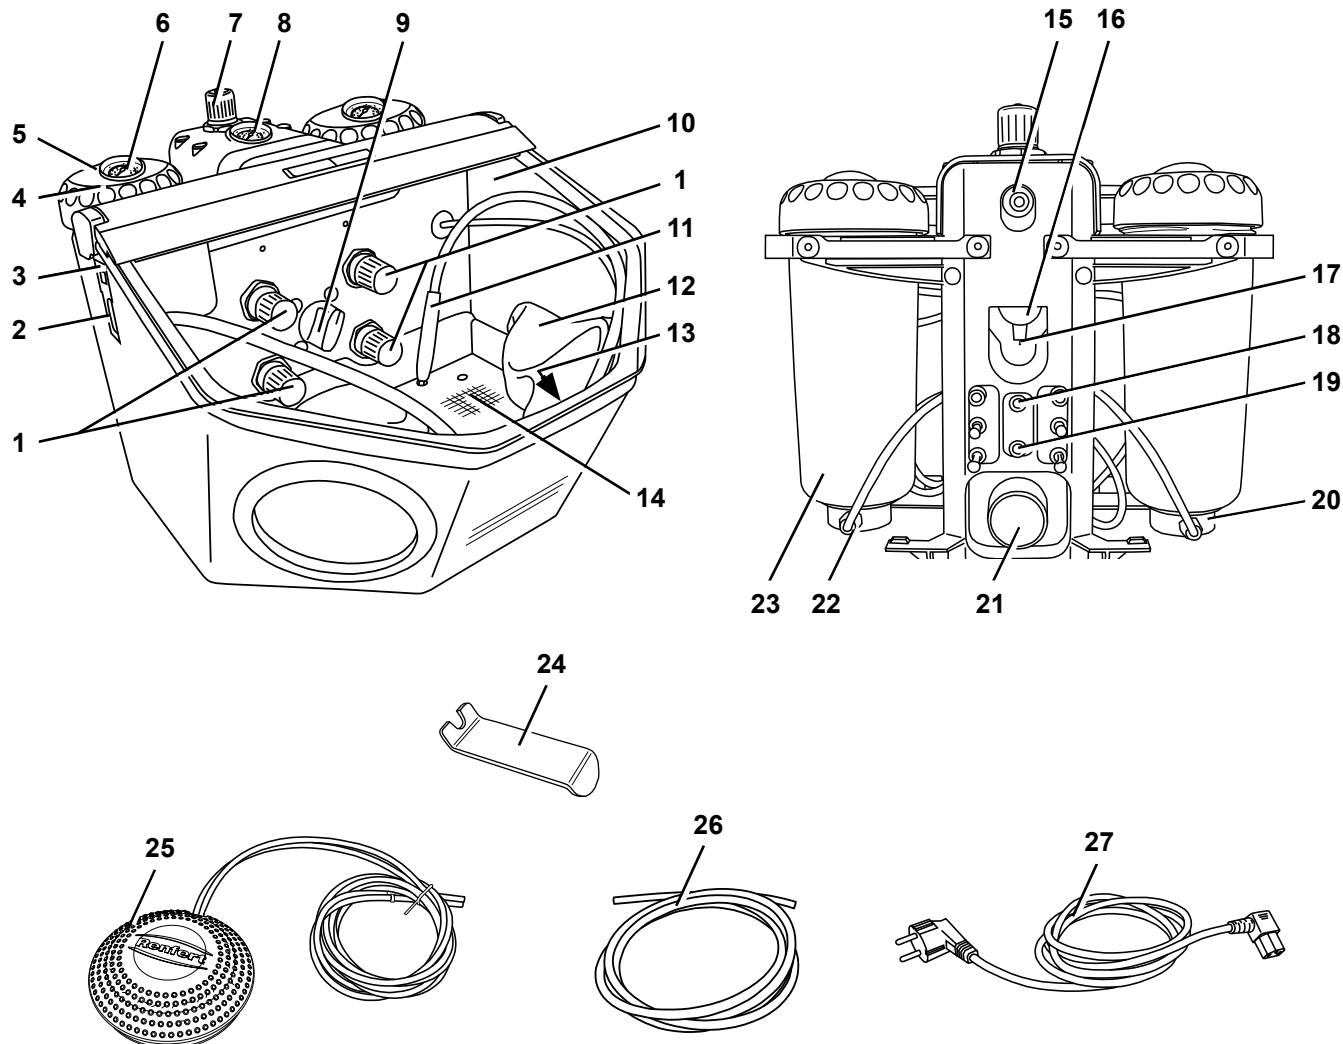

Abb. 1
- Druckluftschlauch (26) bis zum Anschlag in Schlauchanschluss (15) einstecken. Dabei ist ein leichter Widerstand spürbar zu überwinden.
- Prüfen das Anschlussdruck im erforderlichen Bereich liegt (siehe tech. Daten). Anzeige erfolgt am Manometer (8, Abb. 1).
**Betätigen Sie nie den Druckregler (7) an der Wartungseinheit. Dieser ist werkseitig auf max. 6 bar eingestellt und fixiert, um eine optimale Funktion der Quetschventile zu gewährleisten.**